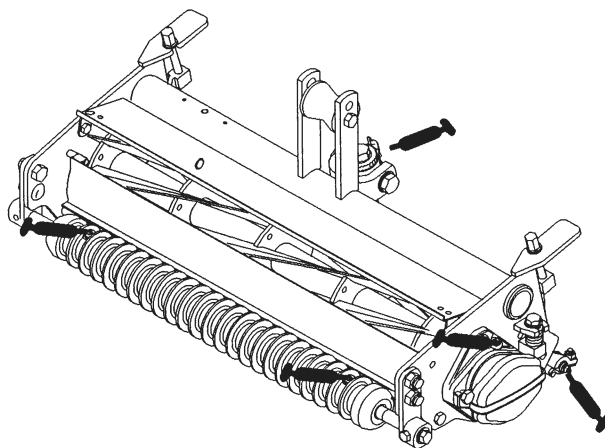

Figure 5
1. Emplacements et nombre de graisseurs : pivot de contre-lame (1) roulements de cylindres (2) et rouleaux avant et arrière (2 de chaque) (Fig. 5)